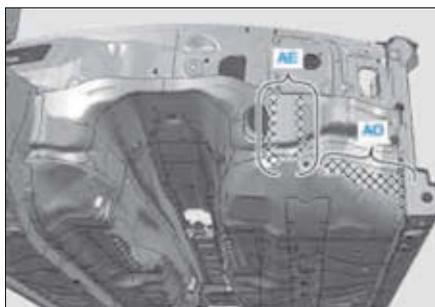

FIG. 28
- Poncer au nu du métal les surfaces de raccordement sur la superstructure sur les zones quadrillées (Fig.28).